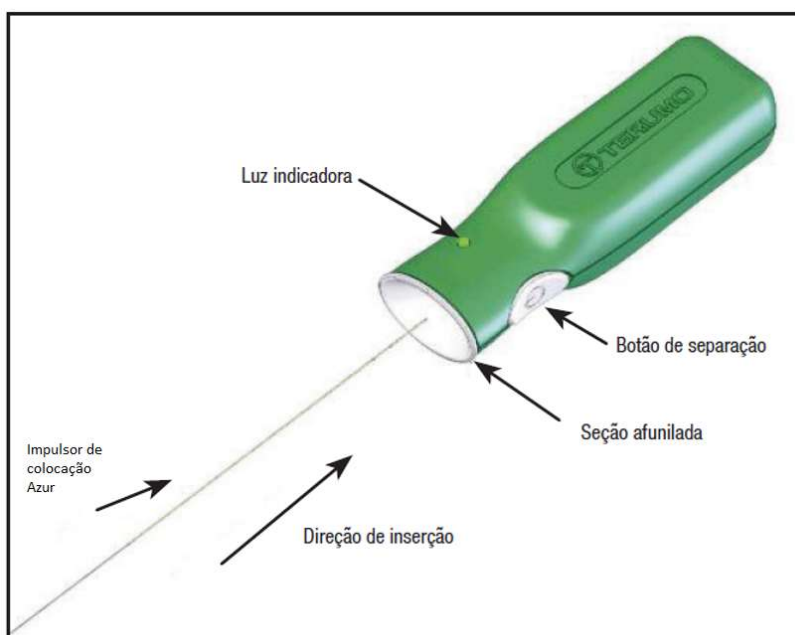

Figura 2 – Controlador de Separação AZUR
- impulsor de colocação na seção afunilada do Controlador de Separação AZUR. Consulte a Figura 2. **Não prima o botão de separação nesta altura.**
31. Ligue a extremidade proximal do impulsor de colocação ao Controlador de Separação AZUR inserindo firmemente a extremidade proximal do impulsor de colocação na seção afunilada do Controlador de Separação AZUR. Consulte a Figura 2.